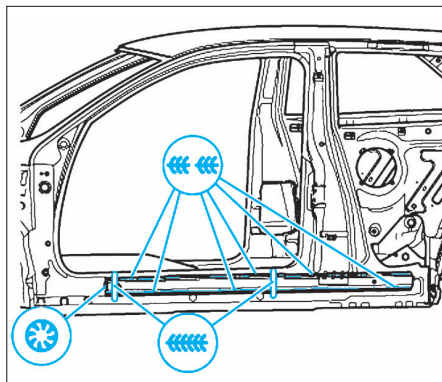

FIG. 23
- Souder le bas de caisse intérieur, soudure par cordon de soudure continu (interrompu) à la place du cordon de soudure laser (Fig.23).